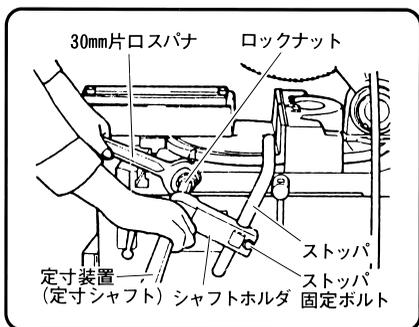

図21
- ① メタルソーを下限位置まで下げます。
- ② クランプレバーをゆるめ、シャフトホルダの左側面とスケールの0位置を一致させ、クランプレバーを締め、シャフトホルダを固定します。
- ③ 固定バイスの材料接触面とストップが平行になるよう、ストップ固定ボルト（図21）にてストップを固定します。
- ④ 0位置設定ボルトをメタルソーの側面に軽く突当て、ロックナットで固定します。
- ⑤ 定寸切りは、クランプレバーをゆるめ、シャフトホルダの左側面を必要とする材料の長さのスケール目盛に合わせ、クランプレバーで固定します。
- ⑥ 材料を0位置設定ボルトに軽く突当て、材料をバイスで固定してください。